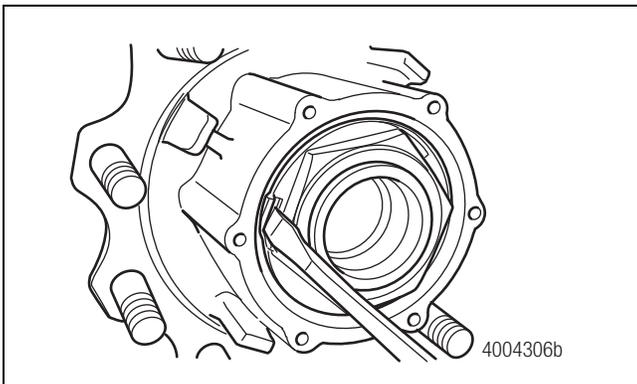

Figura 4.16
1. Use un destornillador para liberar las trabas de la brida de la arandela de trabas. Figura 4.16.